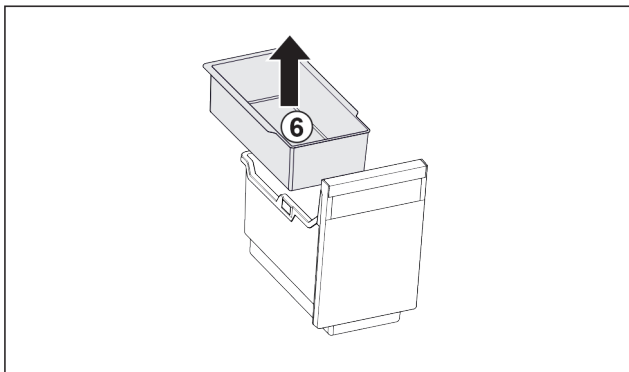

Fig. 124
- ▶ Einhängeschale Fig. 124 (6) entnehmen.